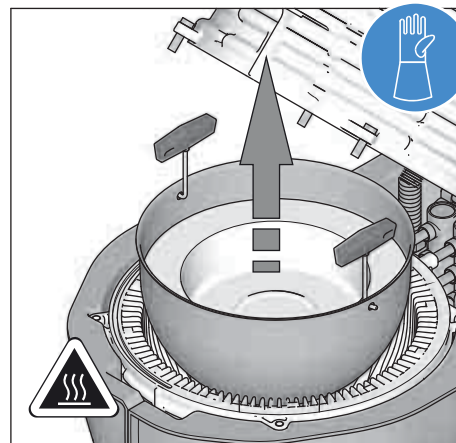

Figura 9-13 Sollevare ed estrarre l'inserito inferiore della camera di combustione (rappresentato A1 BO 15-e / A1 BO 20-e)
- Togliere la parte bassa della camera di combustione con l'aiuto dell'apposita chiave (figura 9-13).